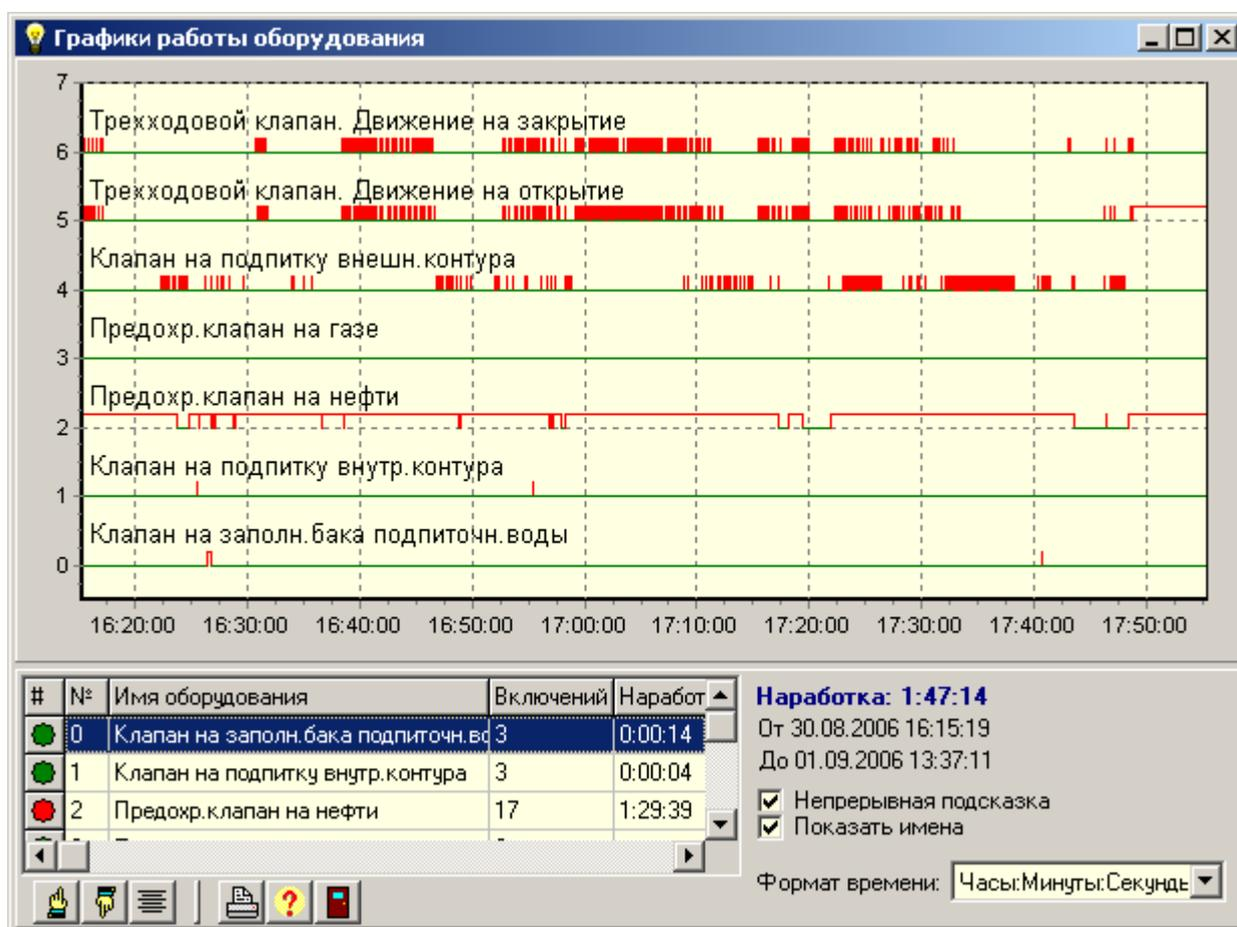

Рис. 6.4.9.3. Вид окна “Графики работы оборудования”.
- график включений. Выводит окно “Графики работы оборудования”, вид которого см. на рис. 6.4.9.3.